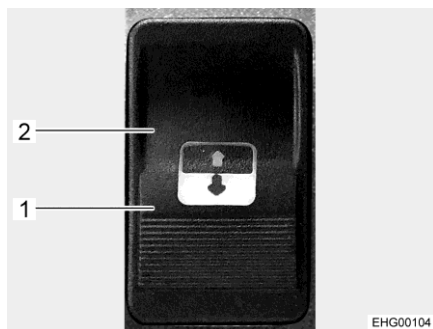

Fig. 127 Touche
La touche (Fig. 127) se trouve à côté du toit ouvrant électrique dans le plafond du véhicule
- Ouvrir : ■ Appuyer sur la touche du côté du symbole d'ouverture (Fig. 127,1) jusqu'à ce que le toit ouvrant se trouve dans la position désirée.
- Fermer : ■ Appuyer sur la touche du côté du symbole de fermeture (Fig. 127,2).
- Appuyer sur la touche du côté du symbole de fermeture (Fig. 127,2) jusqu'à ce que le toit ouvrant se soit fermé le plus possible.